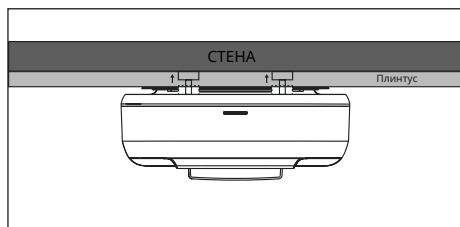

Рис. 1
4. Во время нормальной работы в радиусе 100 см впереди и 50 см влево и вправо должно быть открытое и свободное пространство. (См. рис. 1.)